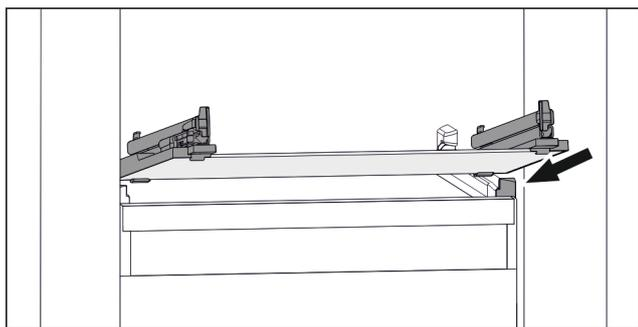

Fig. 83 Representación de la placa de vidrio a modo de ejemplo
- ▶ Coloque la placa de vidrio inclinada detrás de los topes. (consulte Fig. 83)